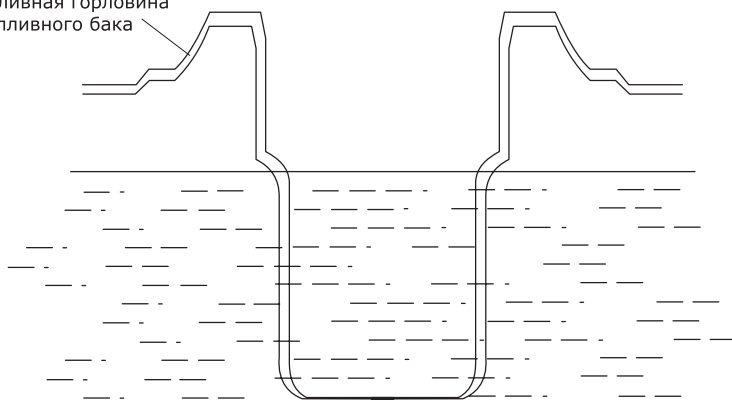

Рис. 2
**ВНИМАНИЕ!** Не переполняйте топливный бак, оставляйте место в баке для расширения топлива без вытекания из бака при его нагреве. Рекомендуемый уровень топлива показан на рис. 2.